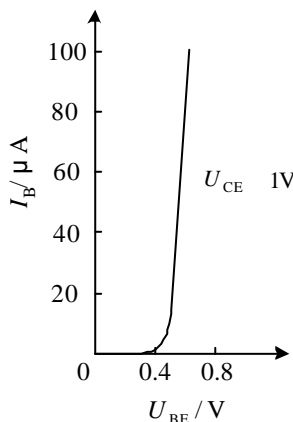

图 1-23 BJT 的输入特性曲线
**(1) 输入特性曲线** 在共发射极电路中, 输入信号接入基极电路, 故基极与发射极组成的回路称为输入回路。输入特性曲线是指当集—射极电压  $U_{CE}$  为常数时, 输入回路中基极电流  $I_B$  与基—射极电压  $U_{BE}$  之间的关系曲线  $I_B = f(U_{BE})$ , 如图 1-23 所示。
由图 1-23 可见, 和二极管的伏安特性一样, BJT 输入特性也有一段死区。只有在发射结外加电压大于死区电压时,  $I_B$  才会出现。硅管的死区电压约为  $0.5V$ , 锗管的死区电压不超过  $0.2V$ 。在政党工作情况下, NPN 型硅管的发射结压降为  $0.6 \sim 0.7V$ , PNP 型锗管的发射结压降为  $0.2 \sim 0.3V$ 。